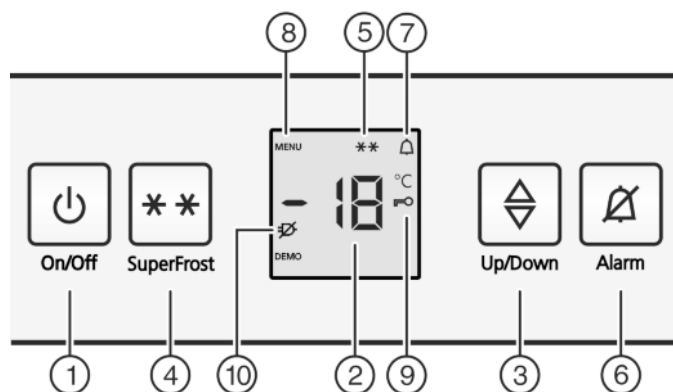

Fig. 2
- ▶ Stiskněte tlačítko On/Off Fig. 2 (1).
- ▶ Zapnutí seřizovacího režimu: Stiskněte tlačítko SuperFrost Fig. 2 (4) asi na 5 sekund.
- ▷ Na displeji se zobrazí Symbol menu *Fig. 2 (8)*.
- ▶ Potvrďte krátce tlačítkem SuperFrost *Fig. 2 (4)*.
- ▷ Na displeji svítí Symbol dětské pojistky *Fig. 2 (9)*.
- ▶ Stiskněte krátce tlačítko On/Off *Fig. 2 (1)*.
- ▶ Zapnutí seřizovacího režimu: Stiskněte tlačítko SuperFrost *Fig. 2 (4)* asi na 5 sekund.
- ▷ Symbol dětské pojistky *Fig. 2 (9)* zhasne.
- ▶ Stiskněte tlačítko Alarm *Fig. 2 (6)*.
Současně bliká ukazatel teploty a symbol Alarm *Fig. 2 (7)*.
Výstražný bzučák se vypne automaticky, symbol Alarm *Fig. 2 (7)* se vypne a ukazatel teploty přestane blikat, když je teplota zase dostatečně nízká.